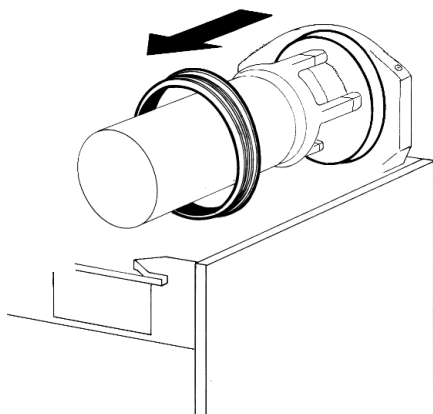

figura 11
- 4** Quitar de su alojamiento la junta del contenedor (ver figura 11).